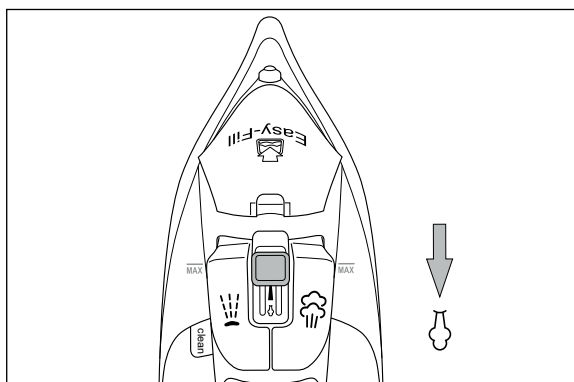

Fig. 1
- 3) Skub dampindstillingen **3** helt ned til position  (mere damp) (se fig. 1).